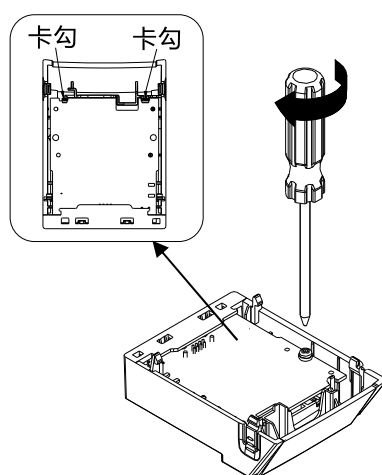

图8-24
3. 由背面确认两个卡钩已确实卡住配件卡后，锁上螺丝（螺丝扭力建议值：4~6 kg-cm [3.5~5.2 lb-in.] [0.39~0.59 Nm]），如图 8-24 所示。